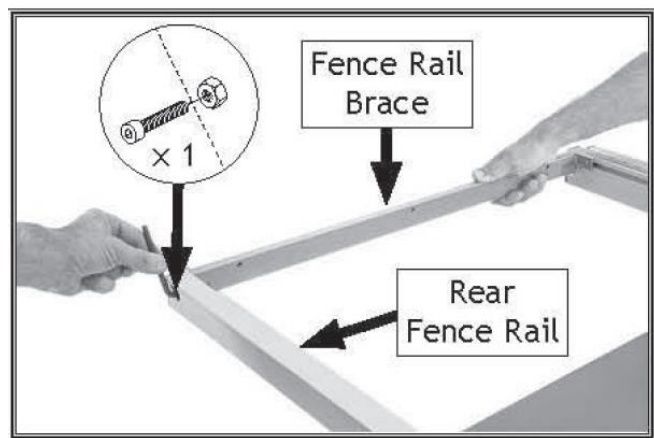

Рисунок 31. Крепление заднего конца направляющей параллельного упора
28. С помощью помощника установите кронштейн ограждения на заднюю направляющую ограждения с помощью (1) винта с крышкой M8-1,25 x 16 и (1) шестигранной гайки M8-1,25 (см. рисунок 31).